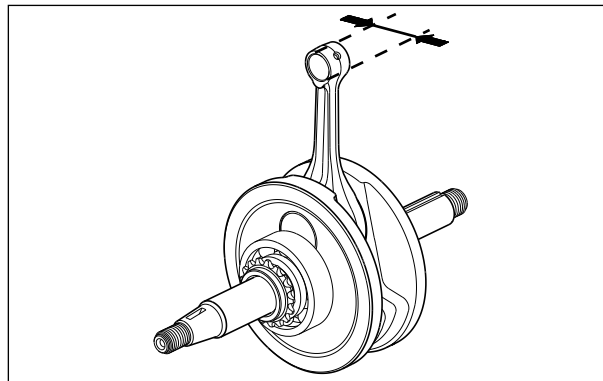

Fig. 3.166
- Meça o diâmetro interno da extremidade menor da biela. Se o diâmetro interno ultrapassar o limite de uso, substitua o conjunto da árvore de manivelas por um novo. (Fig. 3.166)